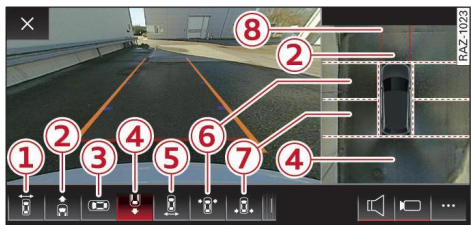

Fig. 126 Pantalla central: Cámaras para el entorno
- Válido para: vehículos con cámaras para el entorno: cambie a la vista **Detrás** ⇒ *pág. 184*, *fig. 126*.